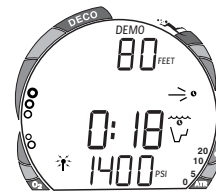

Fig. 101 - Zeitraffer
- Halten Sie die rechte Taste ("Wahl") 4 Sekunden lang gedrückt um den **Zeitraffer** zu aktivieren. Das kleine Uhrensymbol blinkt (Abb. 101).